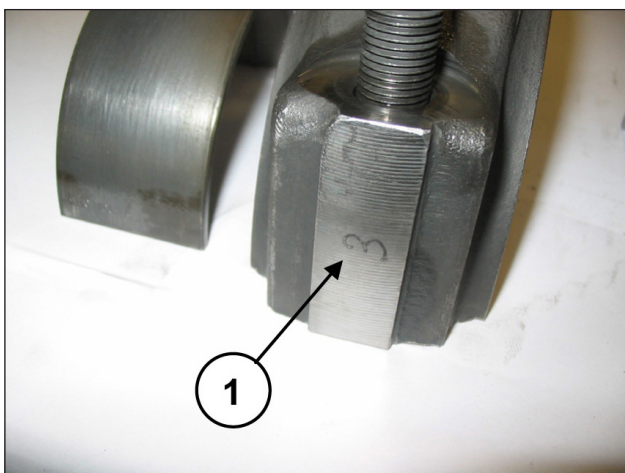

Fig. 24
Pour éviter toute erreur possible, les chapeaux et les demi-bielles ont été numérotés sur un côté (rep. ①, Fig. 24).